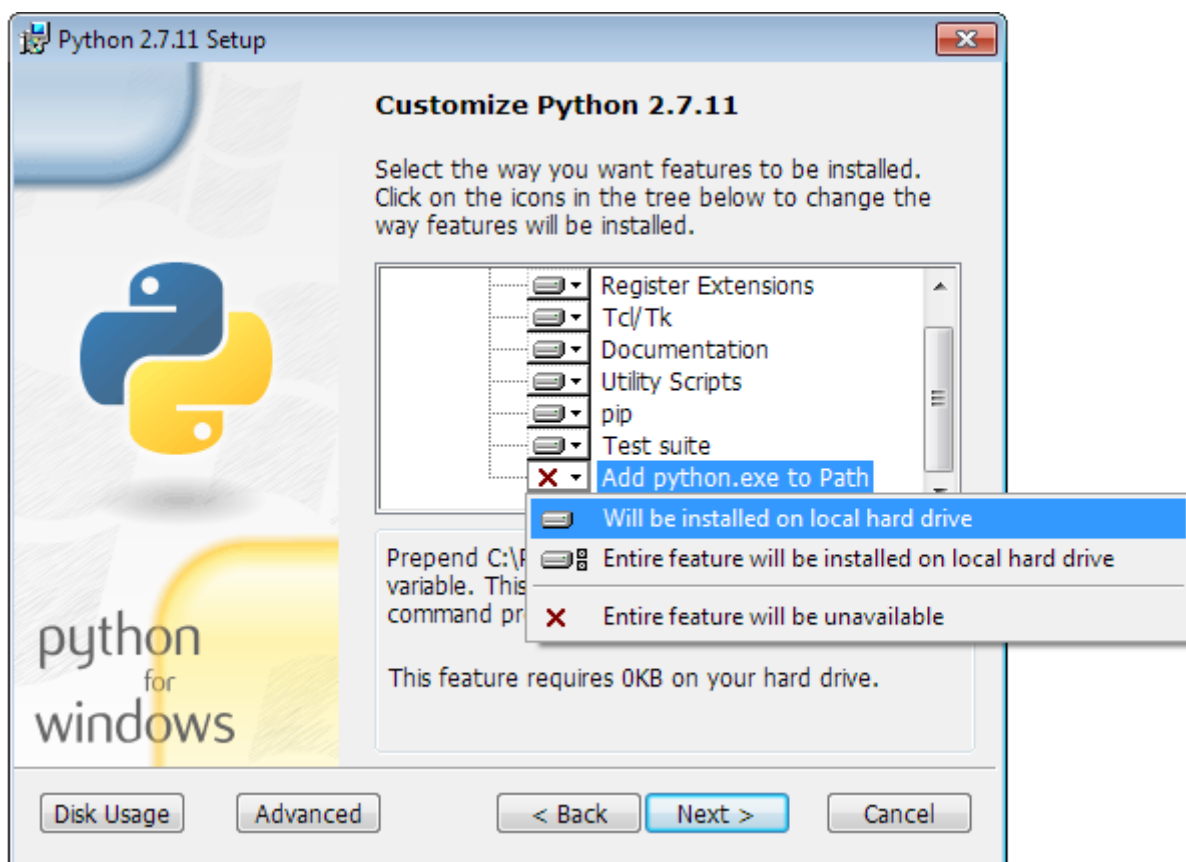

Рисунок 3.1. Добавление пути до python.exe и pip в переменную окружения PATH
- (c) Нажать левой клавишей мыши и из появившегося меню выбрать пункт “Will be installed on local hard drive” (см. Рисунок 3.1).